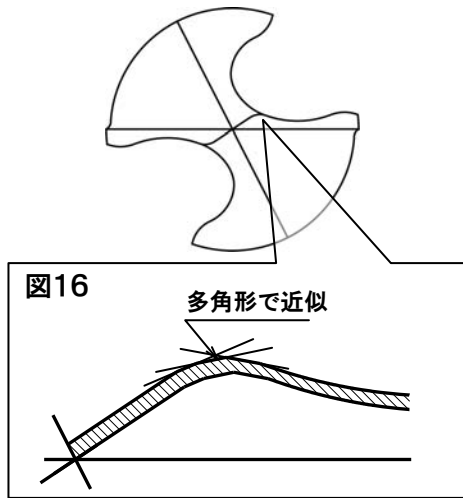

図16
- まず、図16に示すように、シンニング刃と主切刃部の交差部のエッジをダイヤモンドヤスリを用いてR状に丸めます。